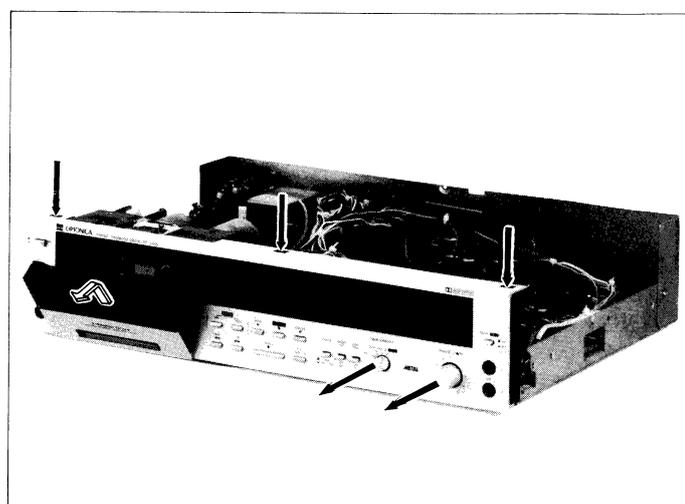

Abbildung 4-3
1. Die Kassettenauswurfaste niederdrücken, um das Kassettenfach zu öffnen. Dann die Kassettenfachtür in Pfeilrichtung schieben und entfernen. (Siehe Abb. 4-3.)
2. Den Aussteuerungsreglerknopf und Tonbandwahlschalterknopf herausziehen. (Siehe Abb. 4-3.)